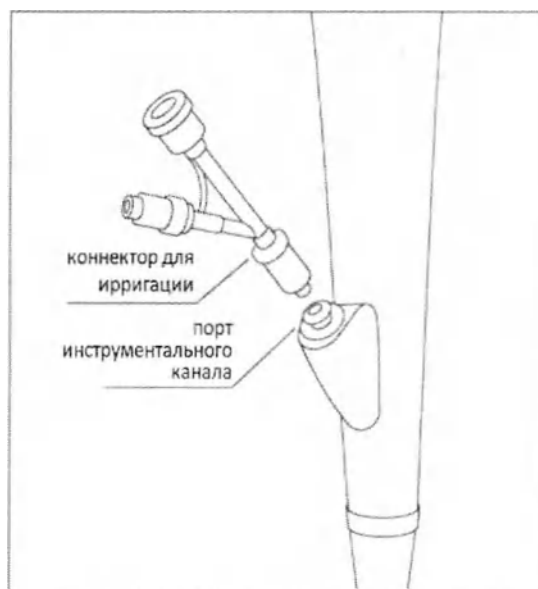

Рис. 3.6
1. Как показано на рис. 3.6, установите коннектор для ирригации в порт инструментального канала и вставьте его до конца, чтобы зафиксировать на рукоятке.